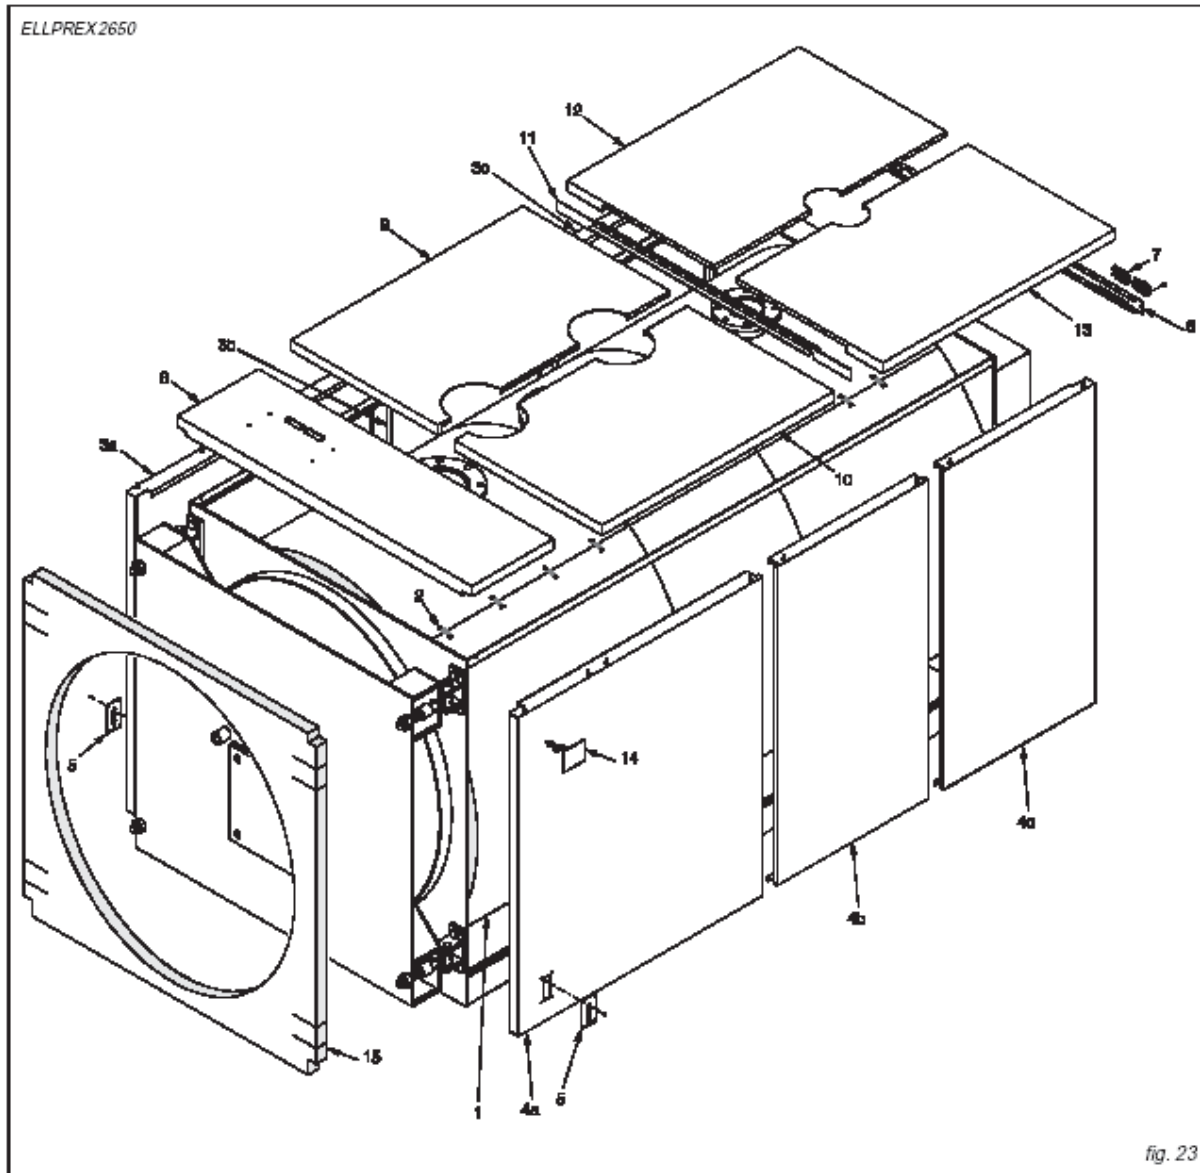

fig. 23
**NB.** For modell **ELL2650** (se fig. 23) er ytterkledningen og isolasjonen pakket i fire kartonger.
### Monterings-rekkefølge (Se fig. 23)